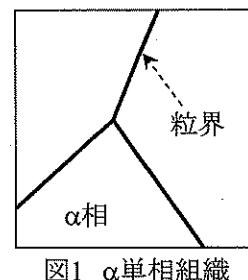

図1  $\alpha$ 単相組織
問(2) 図1は $\alpha$ 単相組織の模式図である。この組織から均一析出と (い) 析出が同時に生じた場合の組織の模式図を描きなさい。
問(3) 図1の組織から (あ) 析出が生じた場合の組織の模式図を描きなさい。